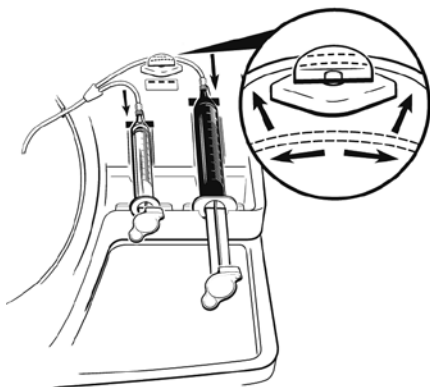

Figura 8. Estique o tubo da seringa 2 e deslize para o interior da válvula de estrangulamento.
27. Estique com cuidado o tubo ligado à seringa 2 e deslize-o completamente na abertura da válvula de estrangulamento (consulte a Figura 8).